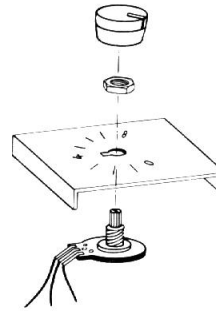

Bild 271
- () Poti von hinten so in das Loch setzen, daß die Nase in den oberen Schlitz eingreift und das Gewinde vorn sichtbar wird (Bild 271).